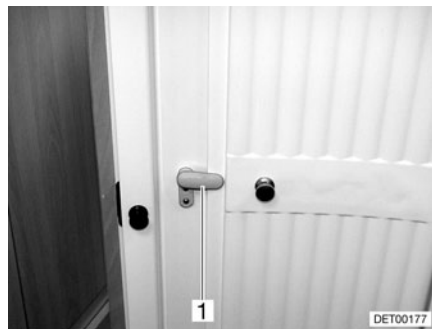

Fig. 197 Inodoro Vario, puerta del lavabo
- Colocar el pestillo (Fig. 197,1) de la puerta del lavabo en posición vertical y extender la parte interior de la puerta.
- Girar la parte interior hacia la puerta de entrada del lavabo y, para cerrar, colocar el pestillo (Fig. 197,1) en posición horizontal.